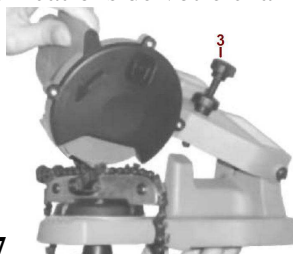

Fig.7
4.6.3- Réglage de la profondeur d'affûtage (Fig.7)